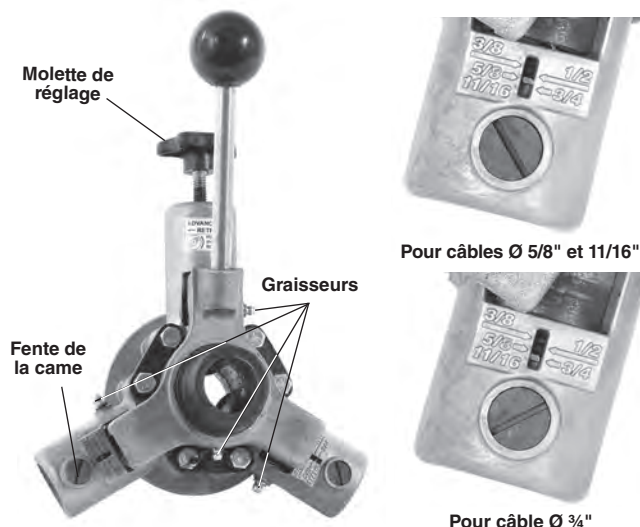

Figure 9 – Vérification du réglage du système AUTOFEED
Pour qu'il fonctionne correctement, le système AUTOFEED doit être réglé en fonction de la section de câble utilisée. Ce réglage se fait en alignant l'encoche des cames sur l'indication de section de câble correspondante comme indiqué à la Figure 9.
2. Servez-vous d'un tournevis à tête plate pour tourner les deux cames (Figure 9). Utilisez le repère $5/8$ " lors de l'utilisation d'un câble $\varnothing 11/16$ ".
5. Si l'appareil est équipé du système AUTOFEED, confirmez que ce dernier est réglé pour recevoir la section de câble utilisé (Figure 9).